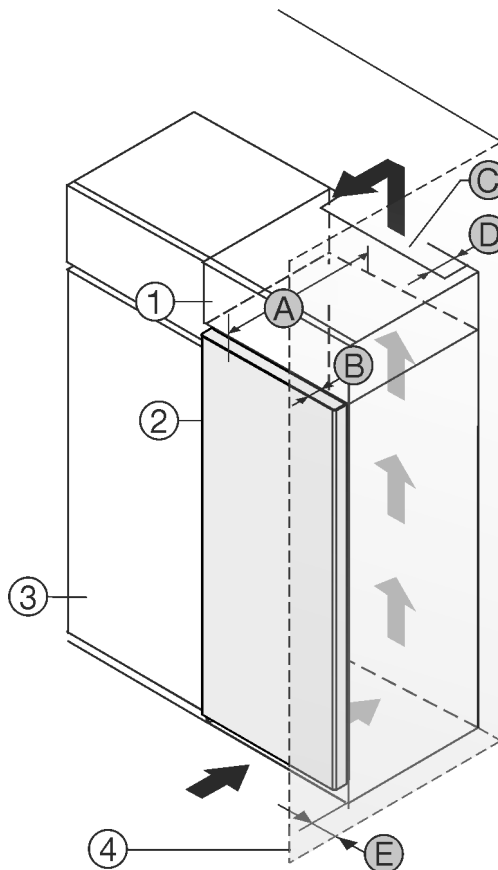

Fig. 1
- (1) Nástavná skříňka *
- (2) Přístroj *
- (3) Kuchyňská skříň *
- (4) Stěna *
- (5) Hloubka přístroje *
- (6) Hloubka dvírek *
- (7) Ventilační průřez *
- (8) Vzdálenost zadní strany přístroje *
- (9) Vzdálenost k zadní straně přístroje *
Můžete přístroj nainstalovat přímo vedle kuchyňské skřínky Fig. 1 (3)*.
Na zadní straně nástavné skřínky musí být větrací šachta hluboká Fig. 1 (7) přes celou šířku nástavné skřínky.*
Pod stropem místnosti musí být dodržen ventilační průřez Fig. 1 (7)*.
Když přístroj instalujete závěsy vedle stěny Fig. 1 (4), musí být vzdálenost mezi přístrojem a stěnou minimálně 13 mm.*
Aby bylo možné dvířka plně otevřít, musí přístroj přesahovat o hloubku dvírek Fig. 1 (6) vůči přední linii kuchyňské skřínky. V závislosti na hloubce kuchyňských skříněk Fig. 1 (3) a použití vymezovačů odstupů od stěny může přístroj vyčnívat dále.*